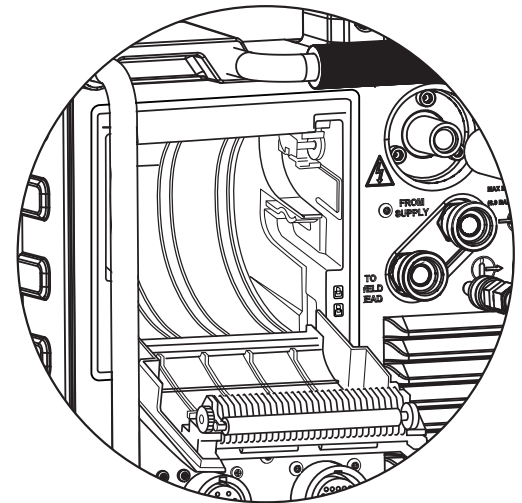

Fig. 51 – Retirer le rouleau de papier
2. Retirez le rouleau de papier usagé (cf. Fig. 51).